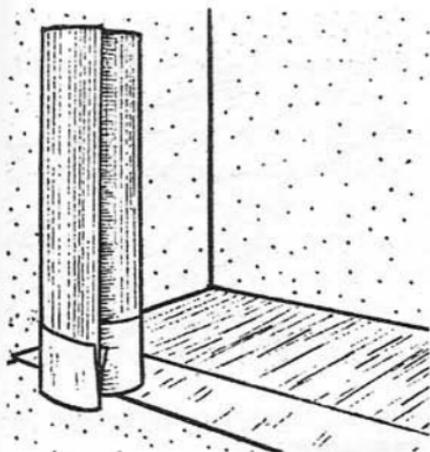

Рис. 38. Настилка паркетной подложки
1. Сначала полотна паркетной подложки настилают встык на чистое и сухое бетонное основание пола (рис. 38). Кромки этих полотен должны точно примыкать к стенам, поэтому их при необходимости подрезают, повторяя контур помещения. Настилка полотна выполняется поэтапно.